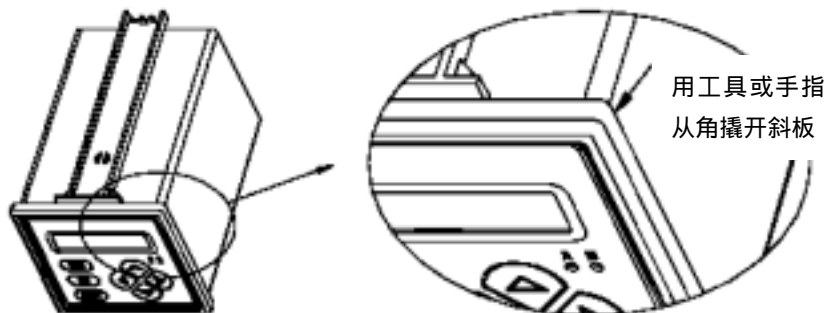

图 4-1 取下测定仪斜板
2. 用一把平刃小刀或者螺丝刀，取下斜板。如图 4-1 所示，从前面板的一角来撬动斜板。（如果斜面破损了也不必太在意。在 GLI 的保险丝工具包中带有一个新的斜板。）